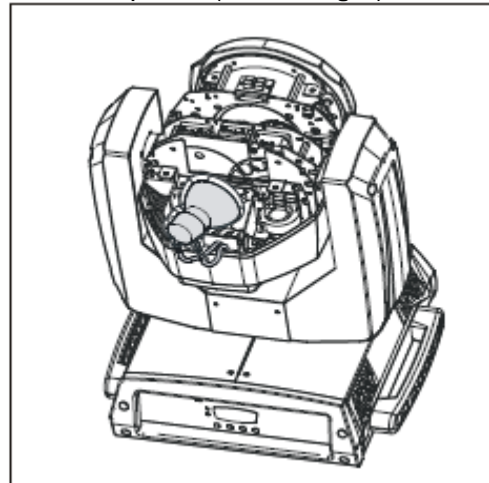

Abbildung 4
4. Schließen Sie die alte Lampe ab und die Ersatzlampe an (Abbildung 4).